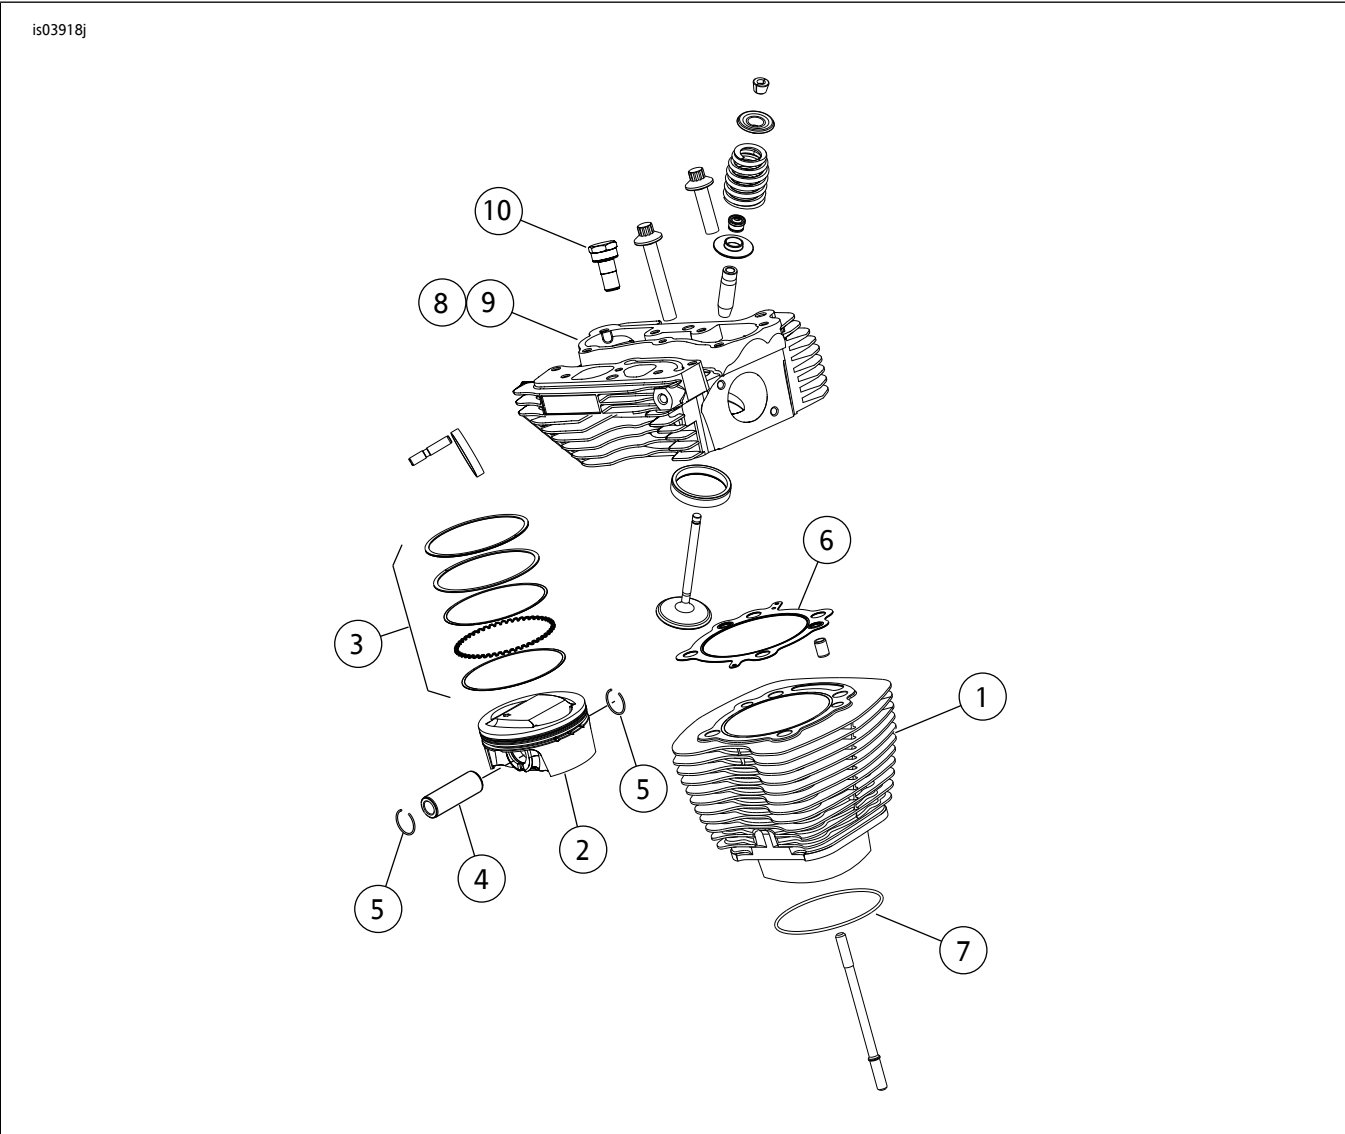
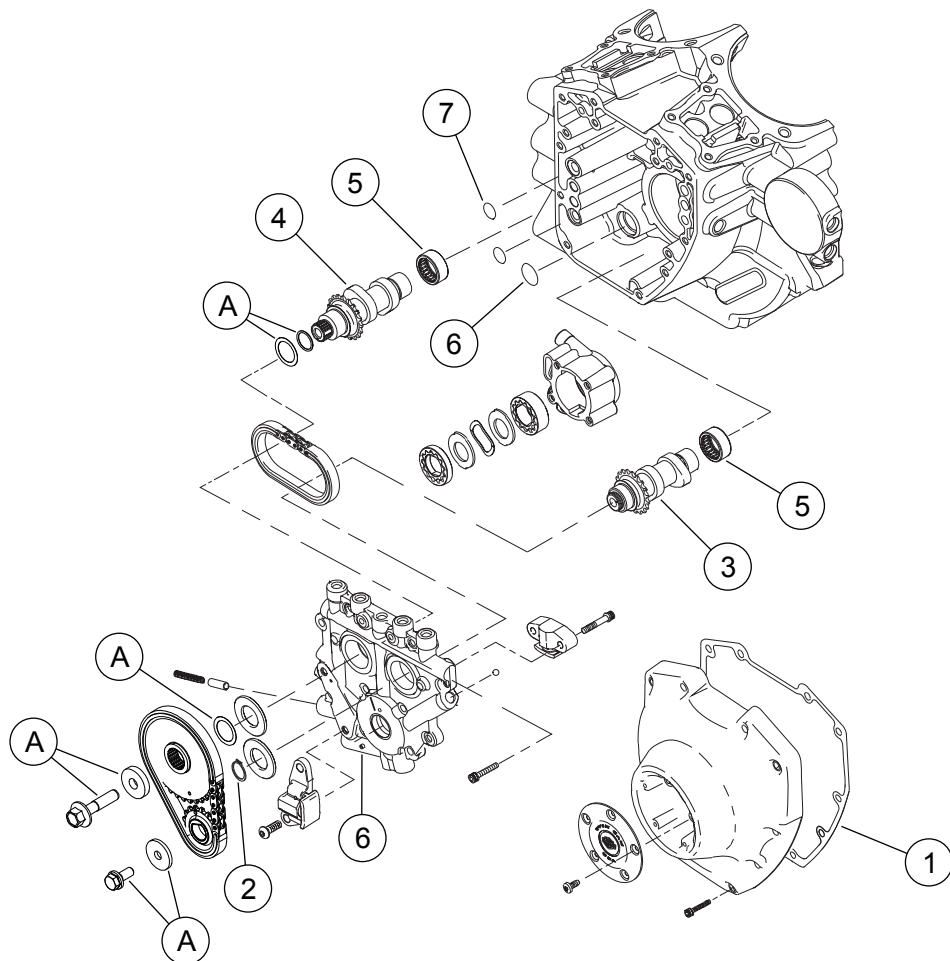

图1。维修零件：Screamin' Eagle TC1690立方厘米（103立方英寸）第4阶段排放套件
图3。维修零件：Screamin' Eagle Pro 103(1690立方厘米)Stage 4套件
参见图1至图3以及表1至表3。
1. 参见图3。检查凸轮轴滚针轴承(7)，必要时更换。
2. 参见图1至图3。使用套件中的零件，将凸轮组装至凸轮盘、高性能汽缸头和发动机顶端部件。参阅维修手册中相应的“发动机”章节。